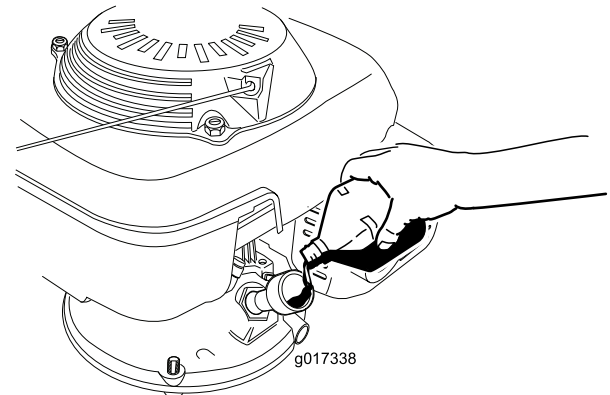

图8
3. **慢慢**将机油倒入注油孔、等待 3 分钟、将量油尺擦干净后插入注油孔**不是**拧入加油盖(图8)、检查量油尺上的机油油位。